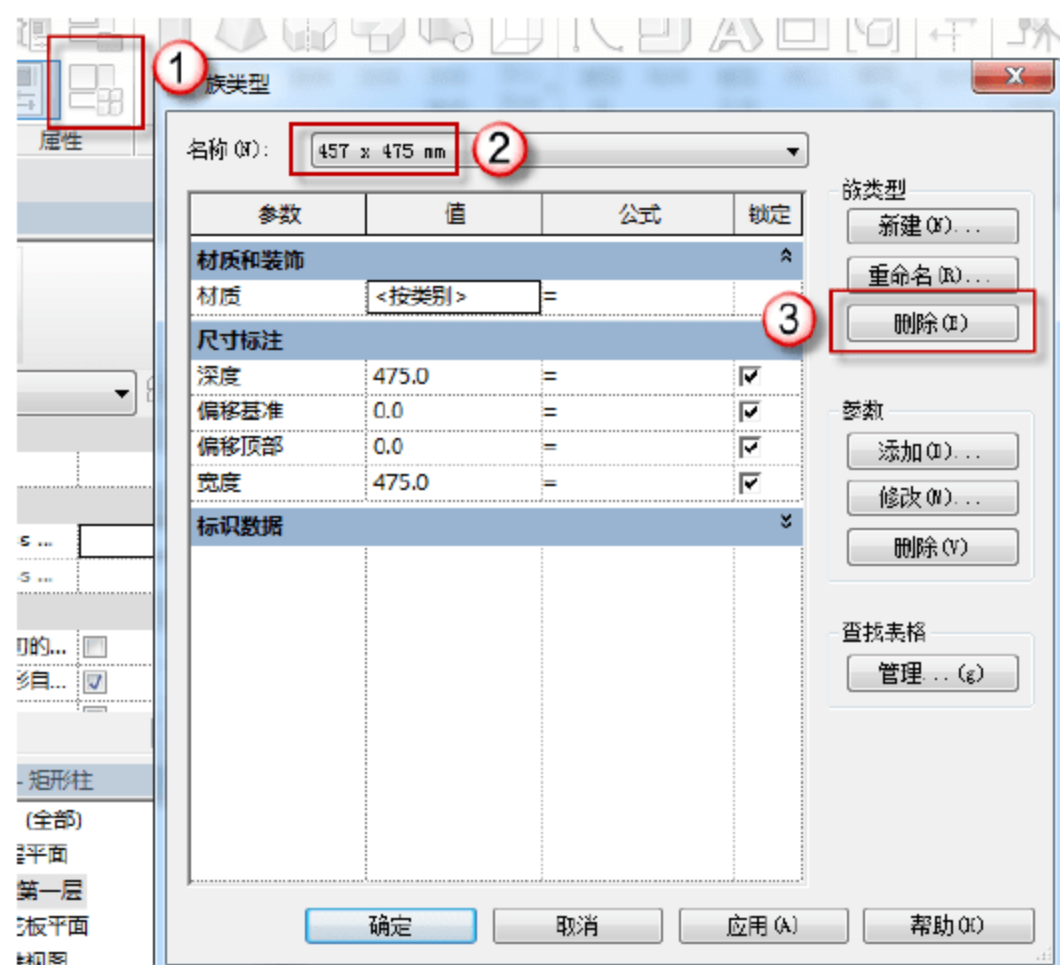
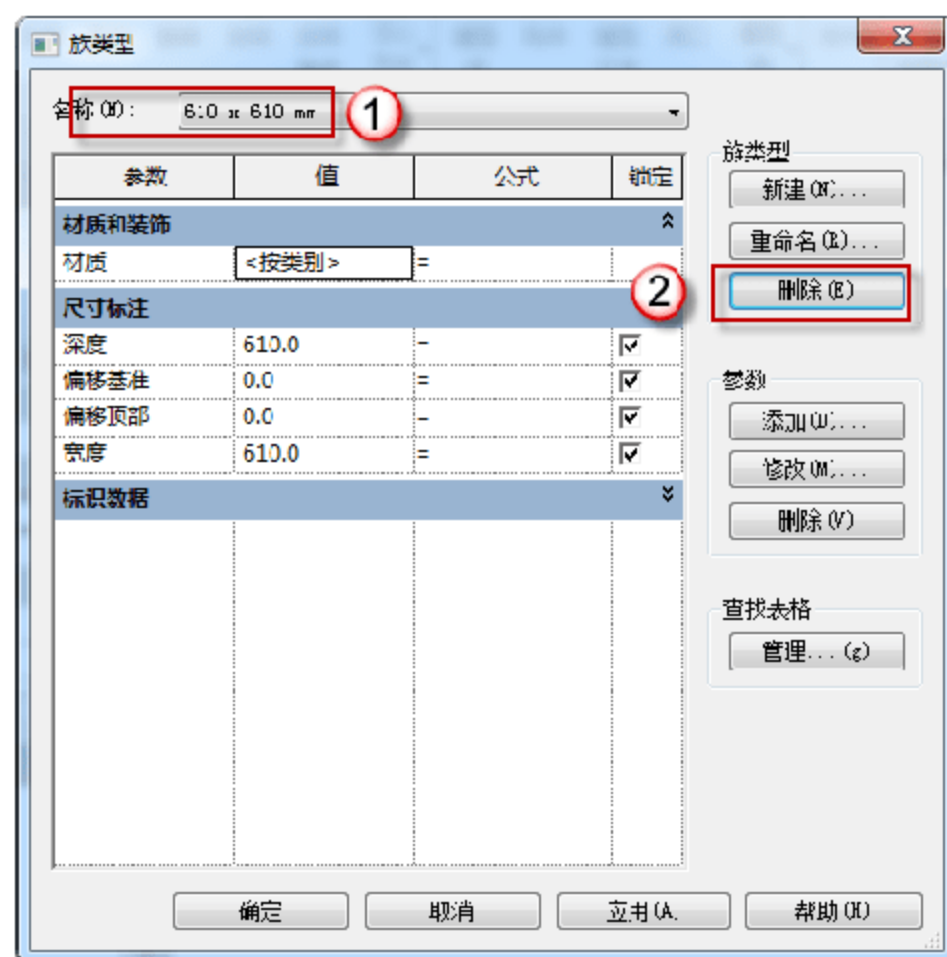

图 12.3.2 删除“457×475mm”
图 12.3.3 删除“610×610mm”
(2) 删除“457×475mm”和“610×610mm”族，进入到第一层的楼层平面，单击“族类型”按钮，进入到“族类型”对话框，在“名称”中选择“457×475mm”，单击“删除”按钮，如图 12.3.2 所示。然后在名称中选择“610×610mm”，单击“删除”按钮，如图 12.3.3 所示。